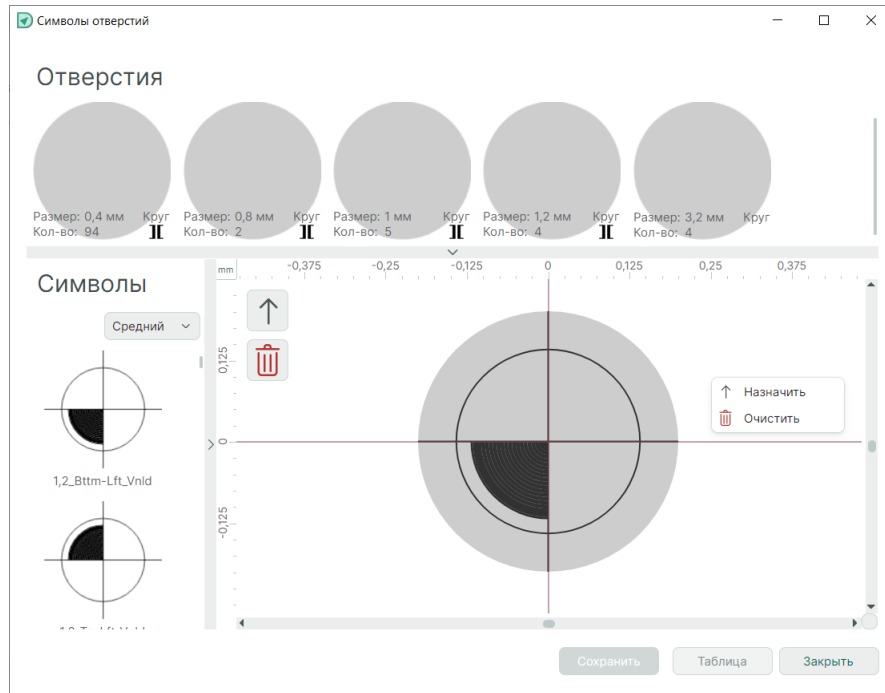

Рис. 90 Назначение символов отверстиям
2. В открывшемся окне назначьте символы отверстиям, подробнее описано в разделе «Размещение таблицы сверловки в редакторе печатных плат», см. Рис. 90.